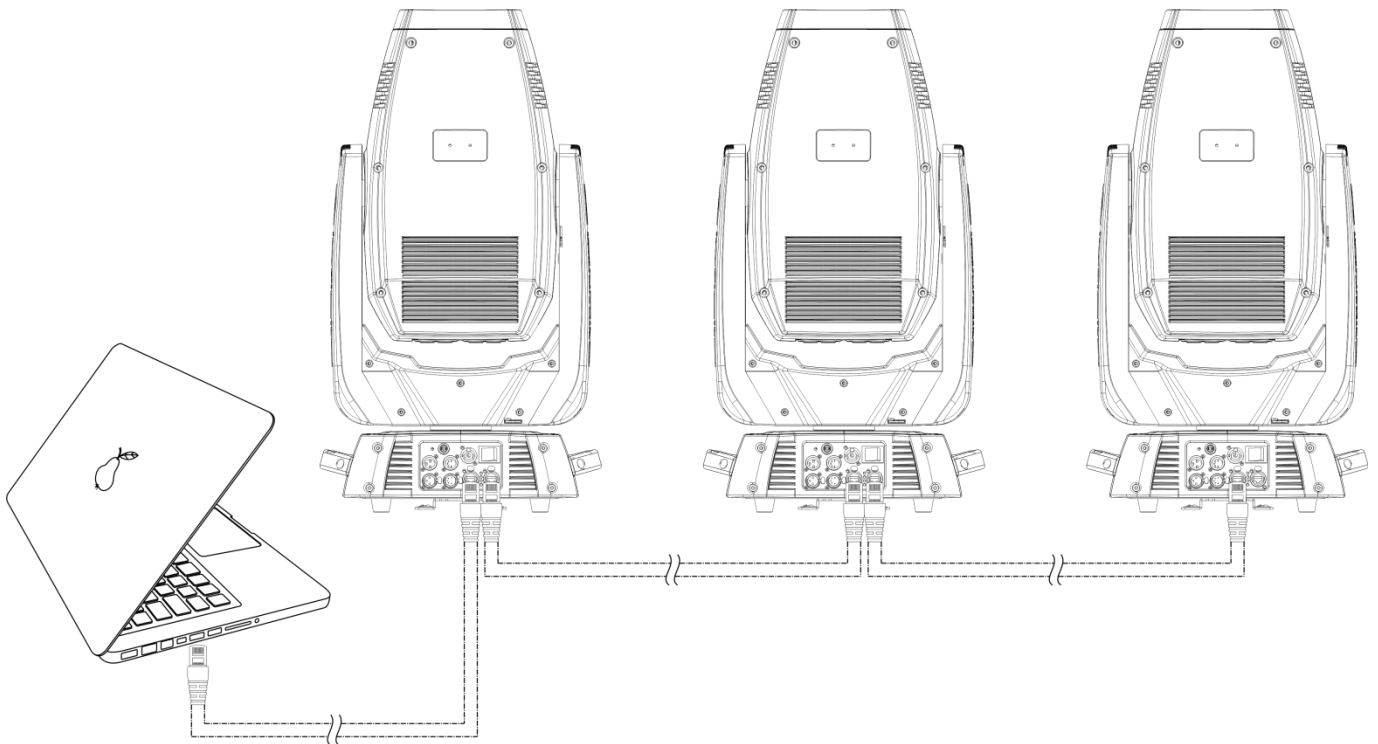

Abb. 05
- 05) Verbinden Sie die Geräte wie in Abb. 05 abgebildet. Schließen Sie den RJ45-Ausgang des ersten Geräts mit einem CAT5/CAT6-Kabel an den Eingang des zweiten Geräts an. Wiederholen Sie diesen Vorgang, um das zweite, dritte und vierte Gerät ebenfalls zu verbinden.